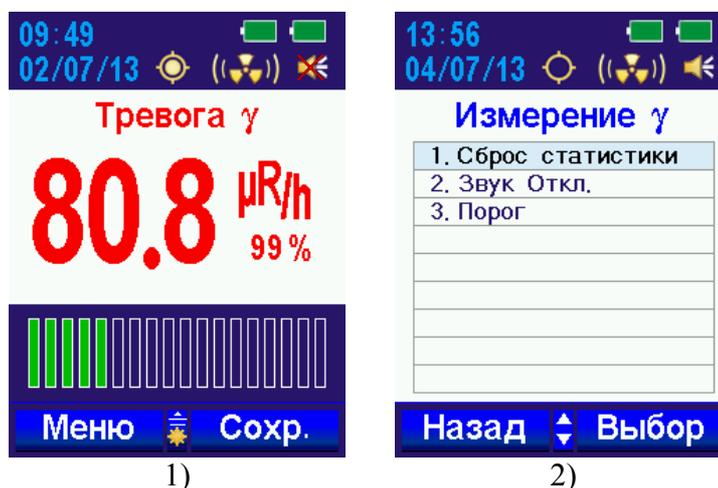

Рисунок 7.5
При превышении установленного порогового уровня по МЭД происходит полное заполнение аналоговой шкалы, включается звуковая сигнализация (однотонные одиночные сигналы с интервалом в 3 с). На ЖКИ БОИ измеренное значение МЭД индицируется мигающими красными цифрами, рисунок 7.5 (1). При этом в энергонезависимую память БОИ записывается событие о превышении порога по МЭД.
В режиме измерения МЭД при выборе команды МЕНЮ можно осуществить, рисунок 7.5 (2):